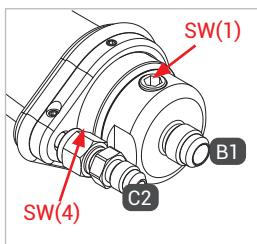
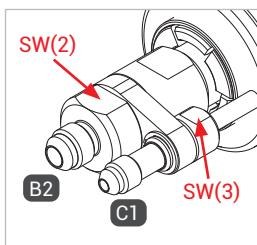

Abbildung 1
Abbildung 2
- ▶ Halten Sie beim Montieren des Füll- und Rückföhrschlauchs, der Medienleitung und der Gasrückführung an die Anschlüsse „B1“, „B2“, „C1“ und „C2“ an den Schlüsselflächen SW(1), SW(2), SW(3) und SW(4) (*Abbildung 1* und *Abbildung 2*) mit einem Gabelschlüssel gegen.
- ▶ Verschrauben Sie die Betriebsmedienzuleitung „B1“ druckdicht mit dem Füllschlauch der Tankstelle (*Abbildung 1*).
- ▶ Verschrauben Sie die Betriebsmedienableitung „B2“ druckdicht mit dem Anschluss des Füllschlauches (*Abbildung 2*).
- ▶ Verschrauben Sie, falls vorhanden, die Gasrückführung „C2“ druckdicht mit dem Anschluss des Rückföhrschlauches (*Abbildung 2*).